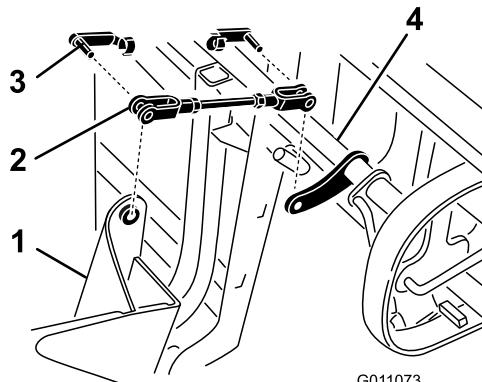

Bild 13
9. Montieren Sie die Jochs am Heckfangsystem und am Griff und befestigen Sie mit zwei Lastösenbolzenfedern (Bild 13).
10. Drehen Sie den Grifflenker am Heckfangsystem nach oben zum Heckfangsystem und befestigen ihn mit einer Lastösenbolzenfeder (Bild 13). Lösen und drehen Sie das Joch ggf., um das Heckfangsystem auszurichten.